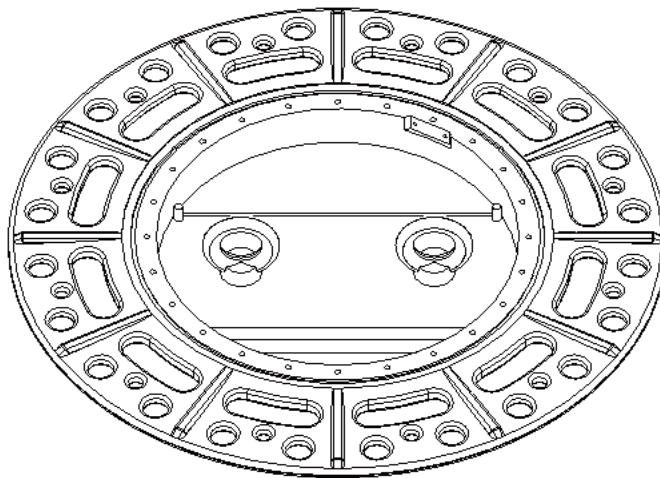

Рисунок 19 Подъем устройства РПН
- 1) Поднимите устройство РПН на опорную раму используя подъемную траверсу (Рисунок 19). Убедитесь, что устройство ориентировано правильно в проектном положении и подсоедините отводы регулировочной обмотки. Устройство РПН должно быть устойчиво размещено на раме и не должно произвольно перемещаться.